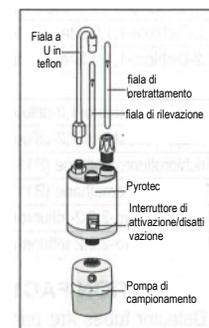

fig. 1
- Inserire saldamente la fiala nel Gastec Pyrotec Pyrolyzer con la freccia **G** sulla fiala rivolta verso Gastec Pyrotec Pyrolyzer (fig.1).